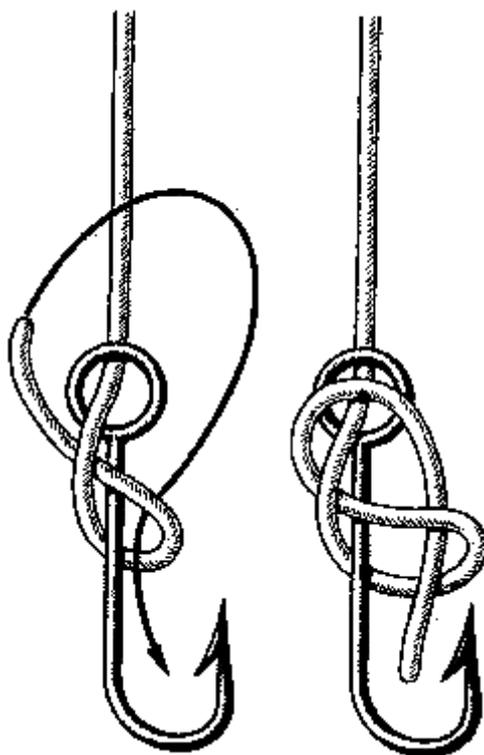

Рис. 121. Канадская восьмерка
**Канадская восьмерка** (рис. 121). Хорошо знакомая нам восьмерка надежно служит для привязывания крючка. Так называемая канадская восьмерка прочно держит на синтетической